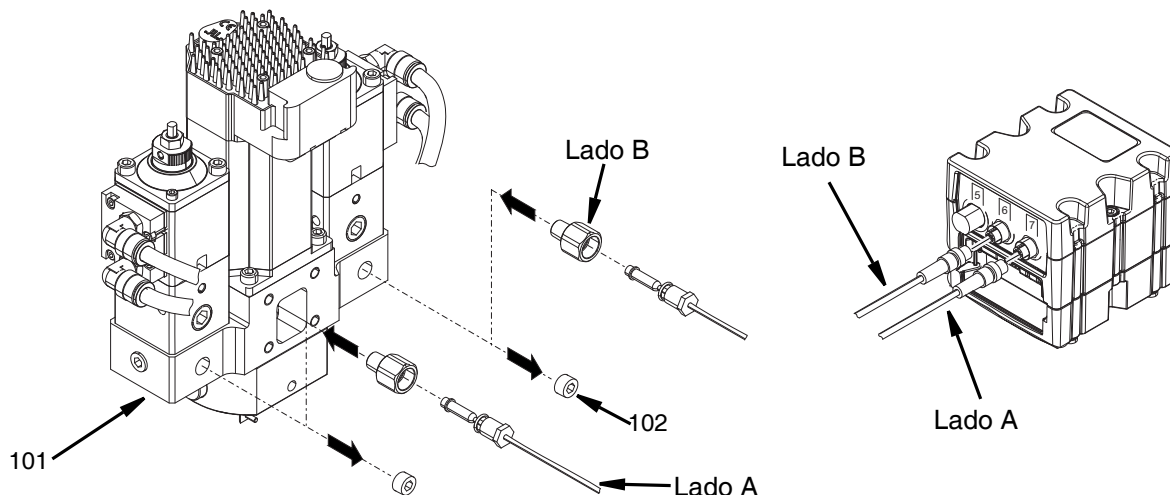

FIG. 40
- Retire 2 tapones (102) de la carcasa de la base (101).
- Conecte el transductor de presión del lado B en el puerto 6 del módulo de cubo GCA. Ver FIG. 40.